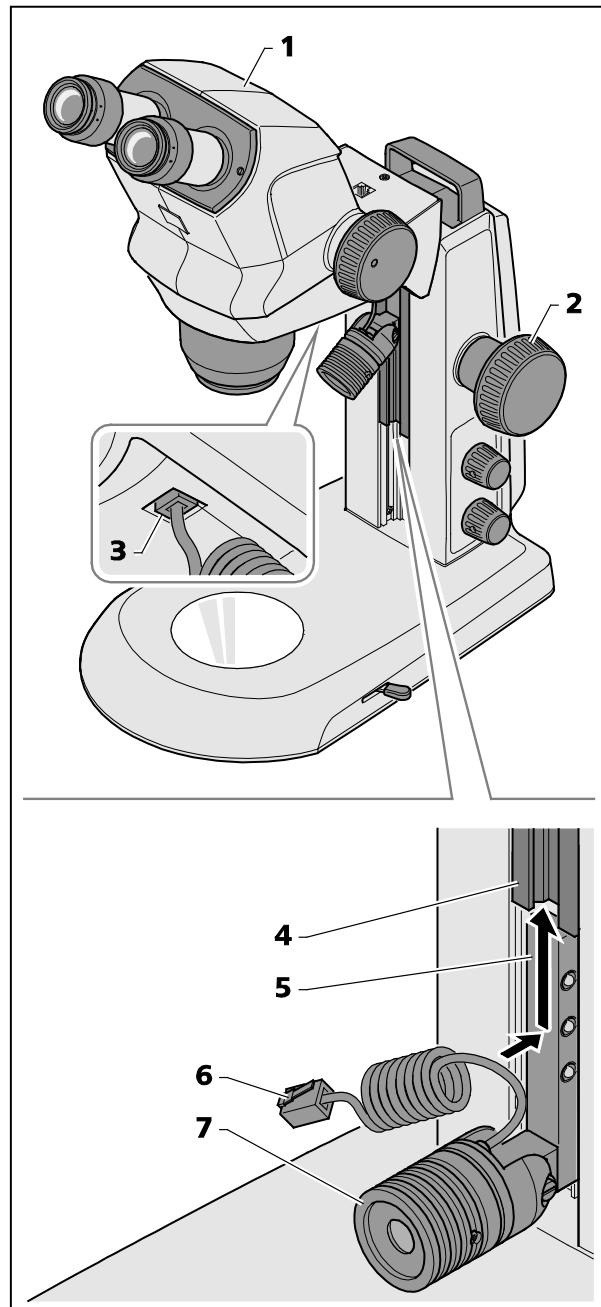

Bild 8 Spot-Leuchte montieren
- Den Mikroskopkörper (Bild 8/1) mittels Fokussierknopf (Bild 8/2) in die oberste Position fahren.
- Die Spot-Leuchte (Bild 8/7) mit dem Halter (Bild 8/5) von unten in die Führung (Bild 8/4) des Stativs einsetzen und bis in die gewünschte Position nach oben schieben.
- Das Anschlusskabel (Bild 8/6) der Spot-Leuchte in die untere Buchse des Stemi-Trägers (Bild 8/3) einstecken.